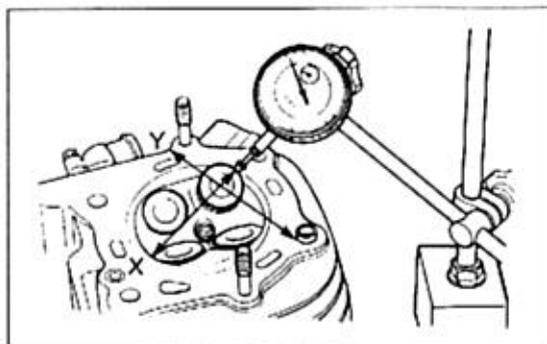

Bild 109
- Einbauspiel der Ventilschäfte und Ventilführungen wie in Bild 109 gezeigt in X- und Y-Richtung messen. Verschleissgrenze Ein- und Auslass: 0,35 mm. (Dabei wird natürlich nicht tatsächliches Spiel gemessen, sondern nur ein Anhaltswert.)